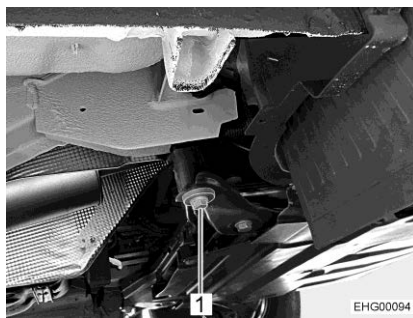
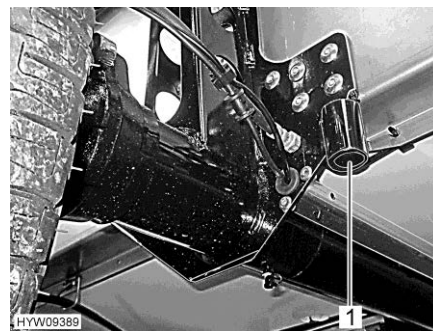

Fig. 229 Punto posizionamento cric (asse anteriore)
Fig. 230 Punto posizionamento cric (asse posteriore)
- Collocare il cric sui punti previsti (Fig. 229,1 e Fig. 230,1).